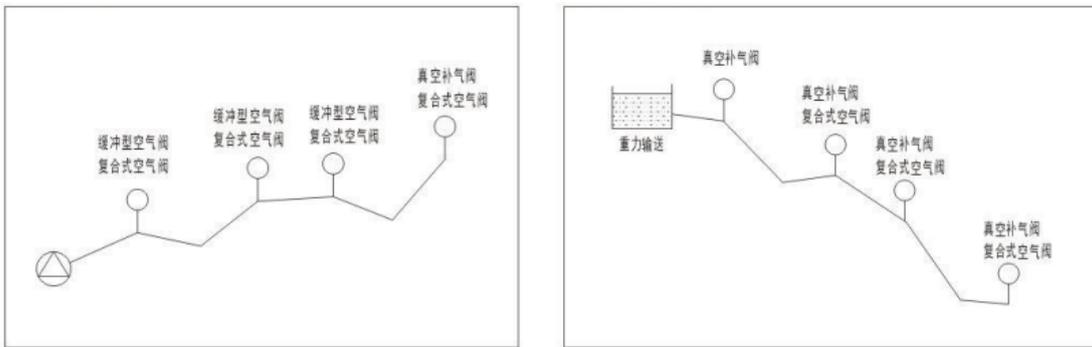

图1
- 4、螺栓必须顺时针对角线拧紧，以防止垫片上的压力不均匀而发生漏水现象；见图 1。